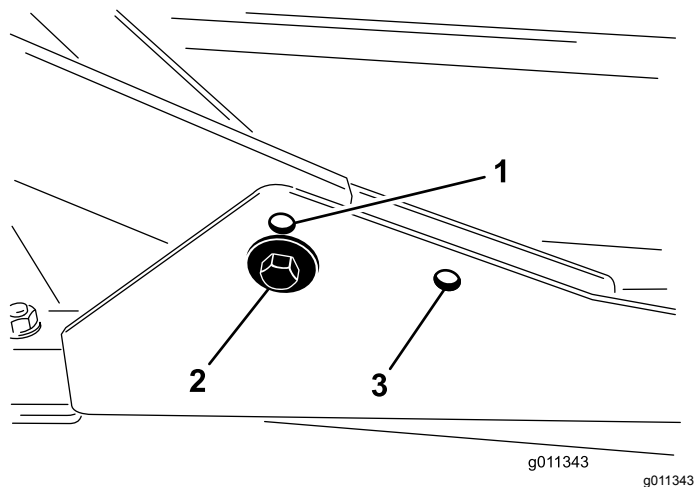

図 16
1. 刈り高を 20-76 mm にセットする場合には、前キャリアフレームを下側の穴に取り付けます 図 16。
2. 刈高を 63-100 mm にセットする場合には、前キャリアフレームを上側の穴に取り付けます 図 16。
後Cuttingデッキは、刈り高に関係なく後側の取り付け穴を使って取り付けます 図 16。